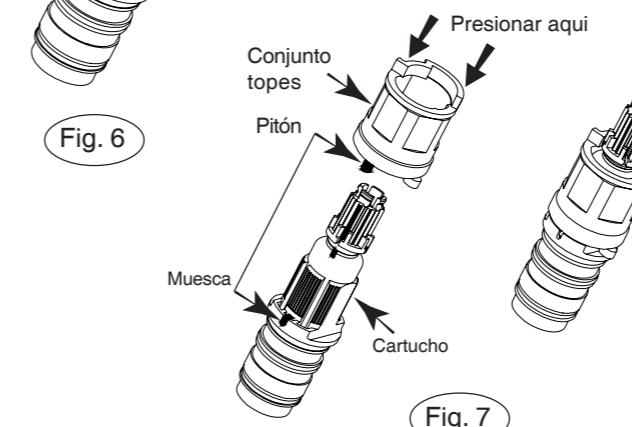

Fig. 7
- Presionar a fondo el conjunto de topes sobre el cartucho, ajustando el pitón en la muesca (fig. 7).